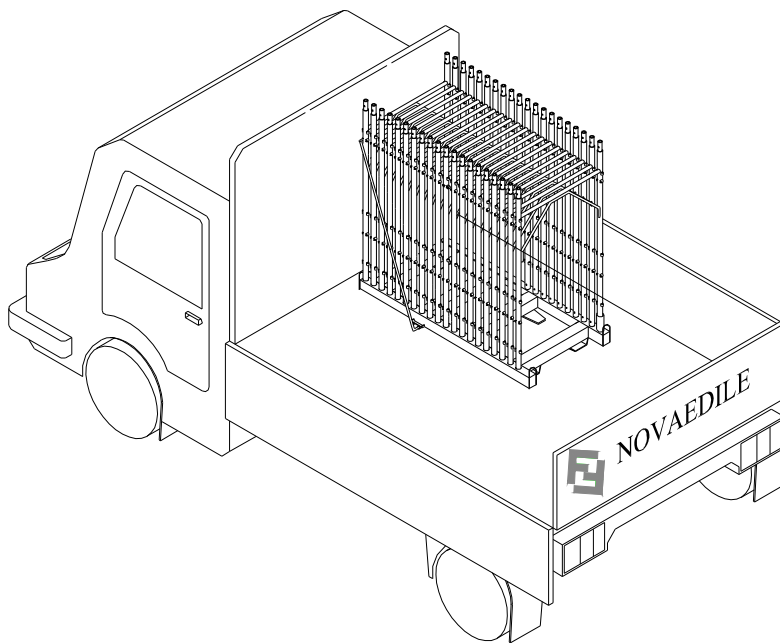

Fig. n. 6
4.2 Posizionare il contenitore in modo da evitare lo spostamento dello stesso durante una frenata improvvisa dell'autocarro, per esempio appoggiandolo alla sponda posta dietro la cabina di guida (Fig. n. 6).